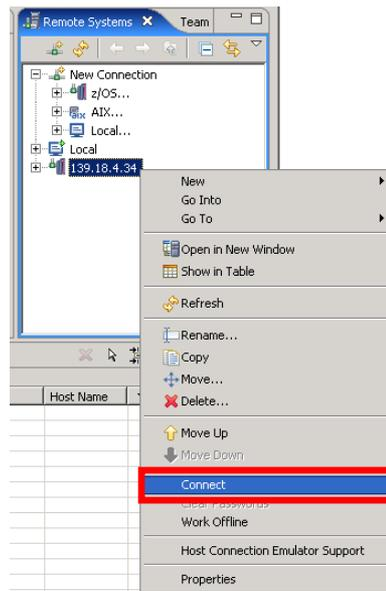

Abbildung 11
3. Nun ist es notwendig, eine Verbindung mit den WDz Host Komponenten herzustellen. Dazu ein Rechtsklick mit der Maus im Remote System Explorer auf die soeben erstellte Verbindung mit dem Namen **139.18.4.34** und **Connect** aus dem Kontextmenü auswählen (Abbildung 11).